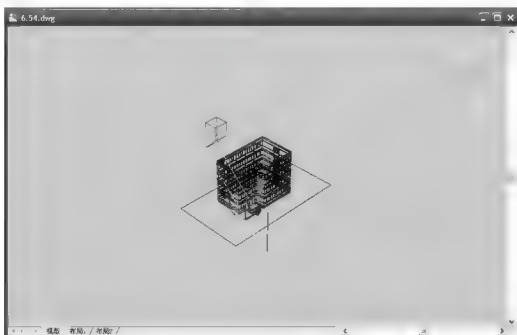

图 6.54 视点距离调整至“200000”的视图
(4) 在指定新的相机目标距离 <1.732>: 提示下, 输入“200000”, 表示视点到目标对象的距离为 200000mm, 结果如图 6.54 所示。